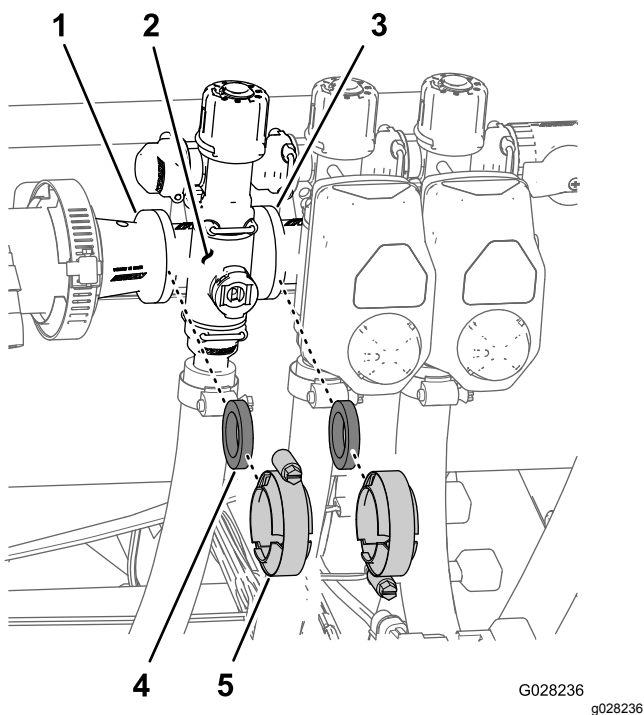

図 94
1. 個別ブームバルブ 図 94 のマニホールドを隣接する個別ブームバルブ左ブームの場合はリデューサカップリングに固定しているクランプとガスケットを外す。